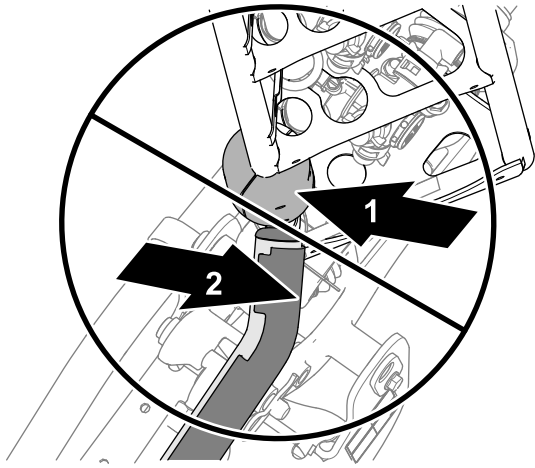
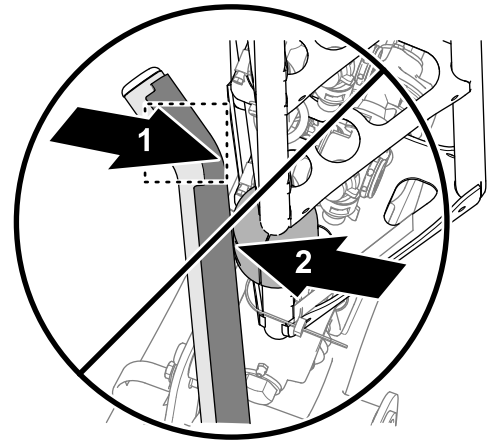
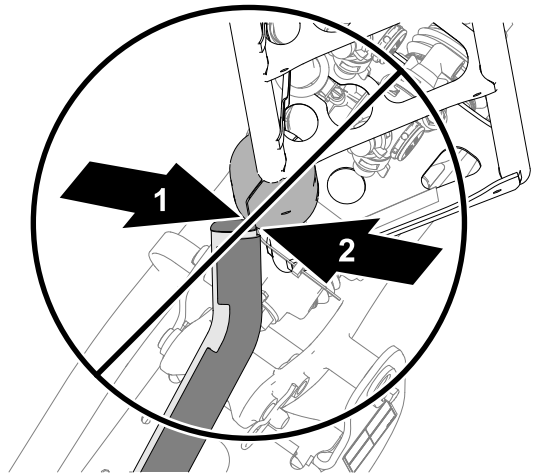

图 6
图 8
图 7
5. 如果任何一个上托架管与滑块错位如图 6、图 7 或图 8 所示请调节托架位置参阅 将托架与外喷洒臂对齐 (页码 65)。